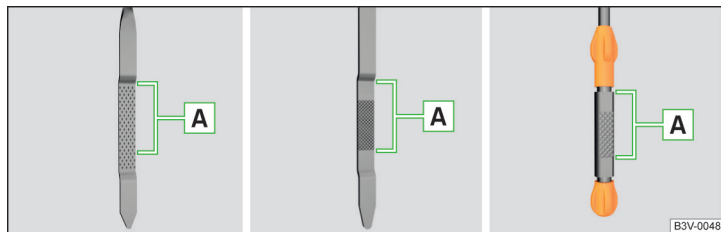

Fig. 206 Imagen esquemática: Varilla de nivel de aceite
Varilla de nivel de aceite » fig. 206
- El nivel de aceite no debe estar nunca sobre o debajo de la zona **A** » fig. 206, ¡Existe riesgo de daños del motor, así como en el sistema de gases de escape!